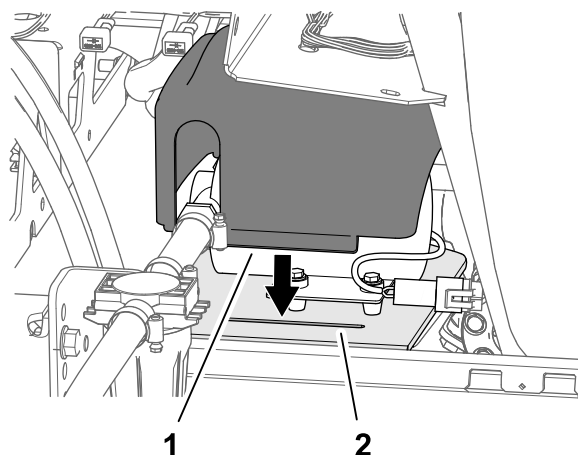

Figura 32
- Inserite le 2 alette del coperchio nelle 2 scanalature nella piastra a sella del telaio del serbatoio (**Figura 32**).
- Allineate il coperchio della pompa sulla pompa del serbatoio di lavaggio, come illustrato nella **Figura 32**.